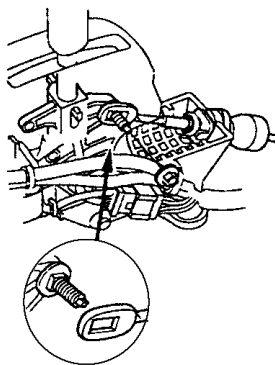

图 5-60 拆卸换挡拉线端部螺母
3) 如图 5-60 所示, 拆卸紧固换挡拉线端部的螺母, 然后, 将拉线与换挡杆分离。